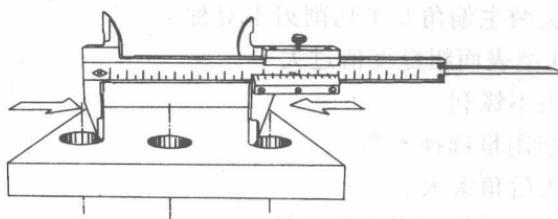

图 1-14 钻孔通孔间距检测
① 测量孔径。用游标卡尺测量 3 个孔径应为  $16 \sim 16.43\text{ mm}$ 。
② 测量孔距。用游标卡尺测量，测量方法见图 1-14。